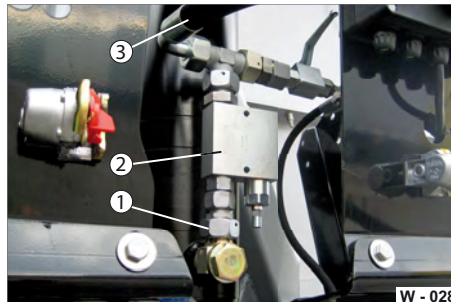

Abb. 34 Anschlüsse prüfen / warten
- ▶ Prüfen Sie sämtliche Anschlussstellen (Abb. 34/1) der Hydraulik auf Dichtigkeit (Ölverlust) und festen Sitz.
- ▶ Ersetzen Sie defekte Hydraulik-Komponente z.B. Verteiler (Abb. 34/2) umgehend.
- ▶ Prüfen Sie die Schläuche (Abb. 34/3) auf Rissbildungen / Verformungen.